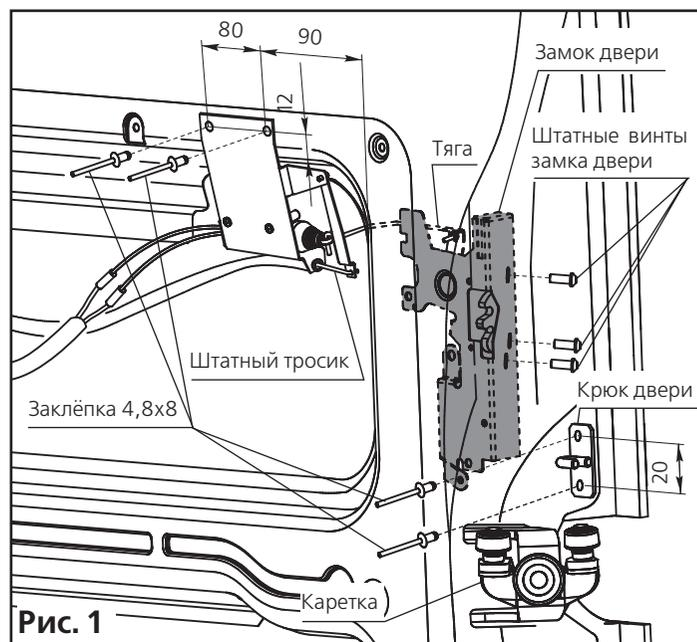

Рис. 1
3.1.9 Привод замка двери закрепите двумя заклёпками 4,8x8 из метизного пакета под отверстия Ø5 мм (рис. 1).
3.1.10 Крюк двери закрепите на двери двумя заклёпками 4,8x8 из метизного пакета под отверстия Ø5 мм (рис. 1).